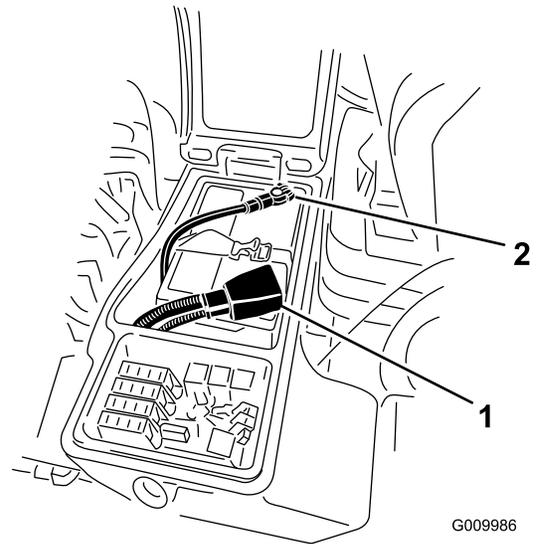

Bild 66
4. Klemmen Sie das Pluskabel (Rot) am Pluspol (+) der Batterie und das Minuskabel (Schwarz) am Minuspol (-) der Batterie an (**Bild 66**). Befestigen Sie die Kabel mit Kopfschrauben und Muttern an den Polen. Stellen Sie sicher, dass die Plusklemme (+) vollständig auf den Pluspol aufgezogen und das Kabel fest an die Batterie angeklemt ist. Das Kabel darf die Batterieabdeckung nicht berühren. Ziehen Sie den Gummischuh über den Pluspol, um Kurzschlüssen vorzubeugen.